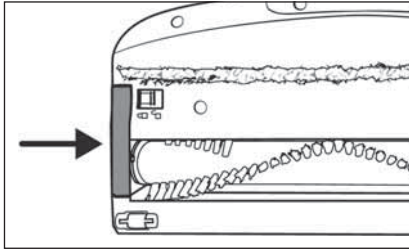

Fig. 27
- 6) Vuelva a montar el soporte del rodillo de cepillos **19** en el cepillo para suelos **21**. Presiónelo hacia abajo hasta que encastre con un chasquido en el cepillo para suelos **21** (consulte la fig. 27).